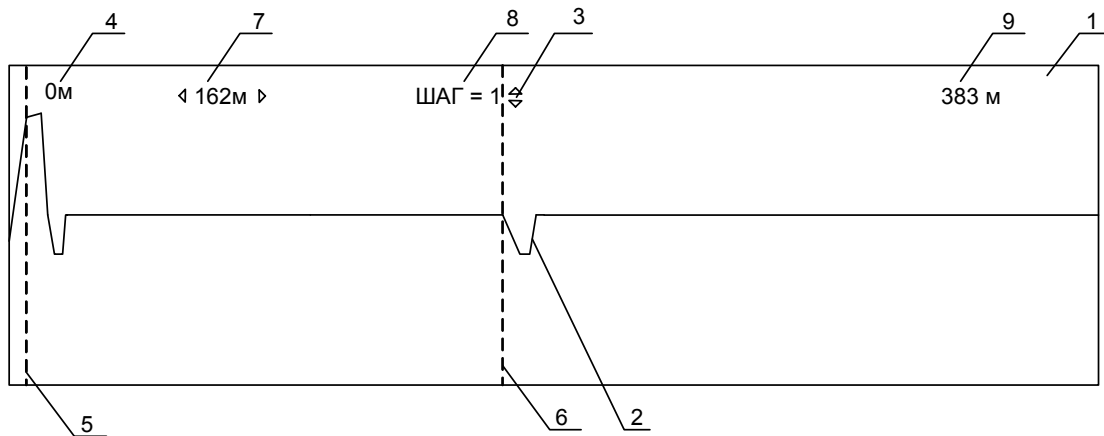

Рис.7.
Клавиши "↑" "↓" оператор может выбрать любую из шести рефлектограмм и, нажав кнопку "экран/масштаб" рассмотреть рефлектограмму рис.7.
Нажать кнопку «МАСШТАБ / ЭКРАН» и считать расстояние до выбранной неоднородности в области экрана 7 рис.7.
6. В области экрана 7 рис.7 будет отображаться расстояние в метрах между двумя неоднородностями.